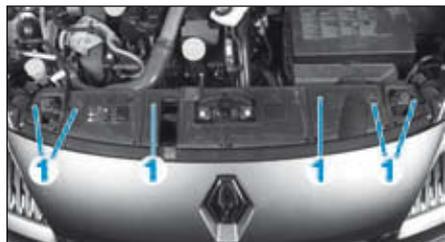

FIG.94
- les vis supérieures (1) (Fig.94),